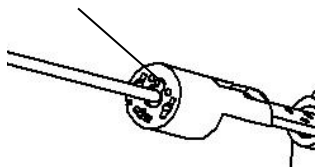

图 1
- 1) 将传感器压入线路板塑件，压之前注意凸台要对着槽口（如图 1）。